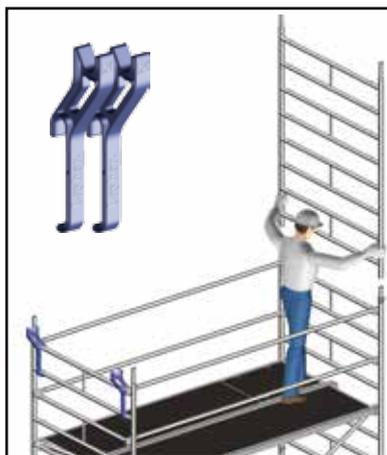

Figure 5
- 2) Montez ensuite le niveau intermédiaire. Montez la plateforme de manière telle que la trappe repose en position ouverte contre le garde-corps à hauteur de genou, de sorte que celle-ci se referme automatiquement. Après le montage de ce premier niveau (figure 1 et 2), vérifiez qu'il soit bien horizontal. Une inclinaison de 1% est autorisée. Montez sur le premier niveau de plancher et placez l'élément de cadre d'un côté. Fixez-le à l'aide des goupilles (figure 5).
Répétez ce montage (figures 5 à 9) jusqu'à ce que la hauteur souhaitée soit atteinte